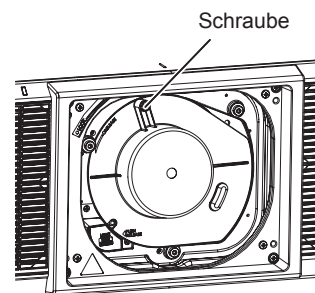

Abb. 3
- 4) Befestigen Sie die Objektivöffnungsabdeckung. (Abb. 3)**